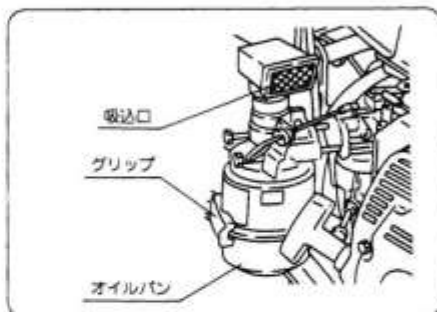

図36
① グリップを外し、オイルパンおよびエレメントを取外してください。(図36)
④ エアクリーナーの吸込み口をホコリの少ない方向(ハンドル側)に向けてください。(図36)